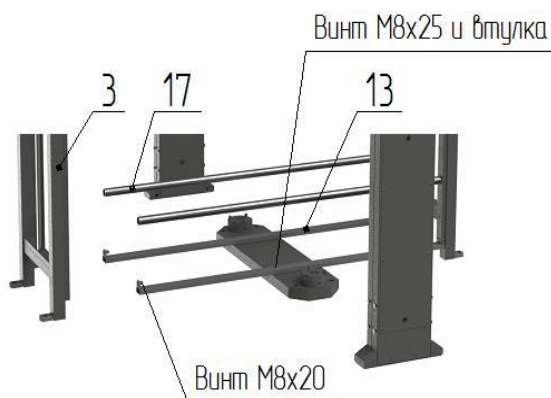

Рис. 3
- к вертикальным стойкам лицевых решеток с внутренней стороны установите нижние стяжки **13** и закрепите винтами М8 к решеткам и к плоскости напольной плиты **7** (рис.3);